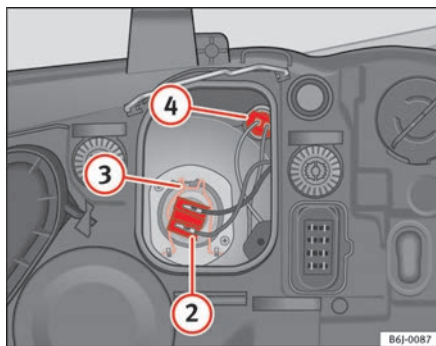

Fig. 146 Luz de posición
- Extraiga el conector ⇒ fig. 146 (2) de la lámpara.
- Desenganche el resorte retentor ⇒ fig. 146 (3) presionándolo hacia dentro y a la derecha.